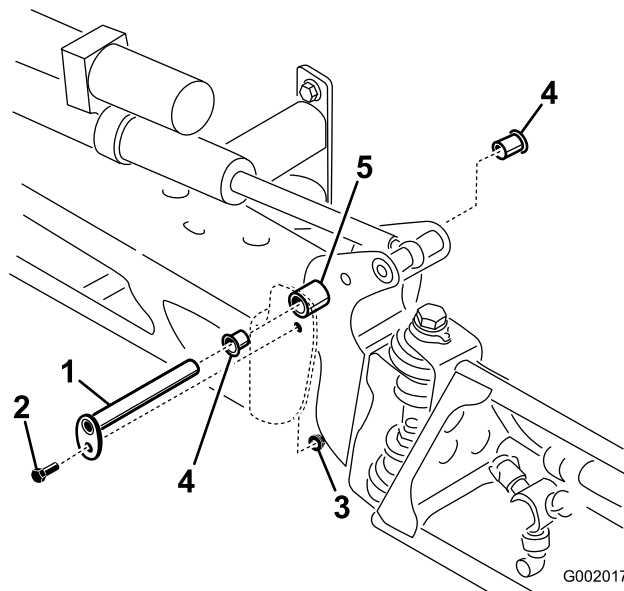

Figure 70
3. Lorsque le poids de la rampe est supporté, retirez le boulon et l'écrou de fixation de l'axe de pivot à l'ensemble rampe (Figure 70). Retirez l'axe de pivot.
5. Déposez et examinez les bagues en nylon à l'avant et à l'arrière du support de pivot (Figure 70). Remplacez les bagues défectueuses.
7. Montez l'ensemble rampe et support de pivot dans le bâti central en alignant les ouvertures (Figure 70).